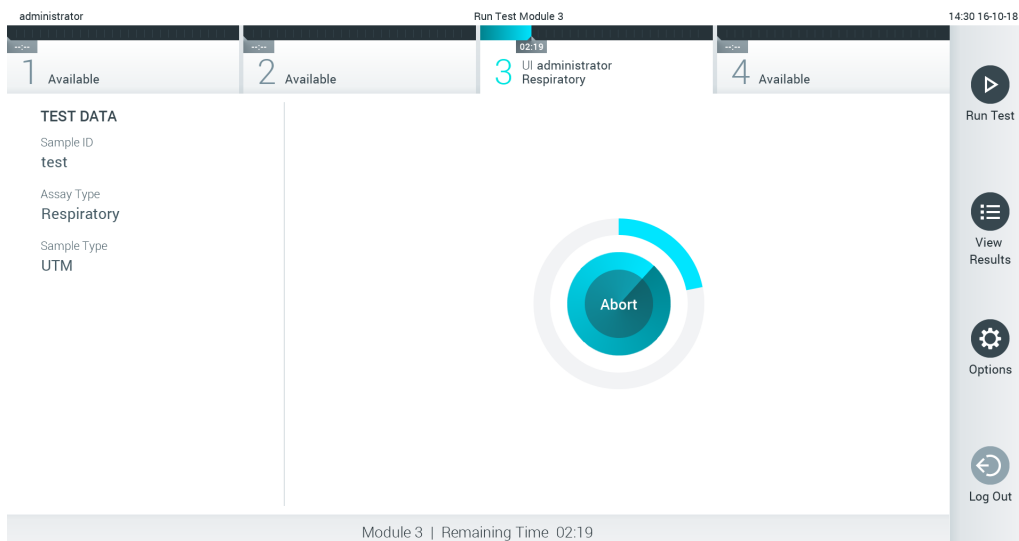

图 28. 测试执行和剩余运行时间的显示。
9. 测试运行过程中，在触摸屏上会显示剩余运行时间（图 28）。